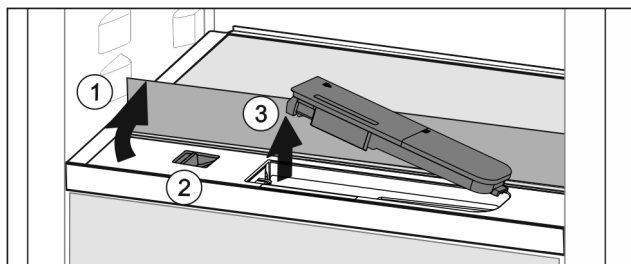

Fig. 59
- ▶ Skleněnou desku nadzvedněte a zaklapněte dozadu až na doraz Fig. 59 (1).
- ▶ Posuvník Fig. 59 (2) posuňte doleva.
- ▶ Vyměňte nádržku na vodu Fig. 59 (3).